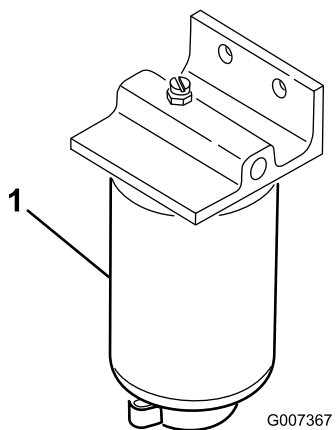

Figure 52
Vidangez chaque jour l'eau ou autres impuretés qui se trouvent dans le séparateur d'eau (Figure 52).
2. Dévissez le bouchon de vidange au bas de la cartouche du filtre (Figure 52).